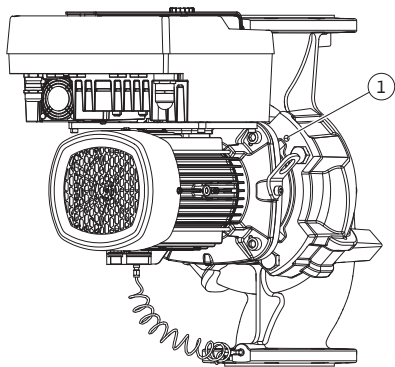

Fig. 14: Éjection du kit embrochable par les trous taraudés (selon le type de pompe)
Pour le type de pompe des Fig. II et Fig. III, utiliser pour ce faire les deux trous taraudés (Fig. 14, pos. 1). Utiliser les vis appropriées fournies par le client (p. ex. M10 x 25 mm).
5. Éjecter le kit embrochable (voir Fig. 5) du corps de pompe. Pour ce faire, utiliser les deux trous taraudés (voir Fig. 14). Pour desserrer le logement, visser des vis M10 de longueur adéquate dans les trous taraudés.
7. Desserrer les deux vis imperdables de la tôle de protection (Fig. II, pos. 27) et retirer la tôle de protection.
8. Engager une clé plate de surplat 27 mm dans le regard de la lanterne et maintenir l'arbre au niveau des surfaces de serrage (Fig. II, pos. 16). Dévisser l'écrou de blocage de roue (Fig. II, pos. 22). Retirer la roue (Fig. II, pos. 21) de l'arbre avec un dispositif de tirage.
9. Desserrer la tôle de support du capteur de pression différentielle (Fig. I, pos. 13) de la bride du moteur en desserrant la vis (Fig. II, pos. 10). Laisser le capteur de pression différentielle (Fig. I, pos. 8) suspendu avec la tôle de support (Fig. I, pos. 13) au niveau des conduites de mesure de pression (Fig. I, pos. 7). Si besoin, débrancher le câble de raccordement du capteur de pression différentielle dans le module électronique.
10. Desserrer les vis (Fig. II, pos. 10 et pos. 10a).
11. Séparer la lanterne du centrage du moteur et la retirer de l'arbre à l'aide du dispositif de tirage à deux bras (dispositif de tirage universel). La garniture mécanique (Fig. I, pos. 25) est extraite en même temps. Éviter de mettre la lanterne en porte-à-faux.
12. Si la garniture mécanique est endommagée, extraire le grain fixe (Fig. I, pos. 26) de la garniture mécanique du logement de la lanterne. Mettre en place un nouveau grain fixe dans la lanterne.